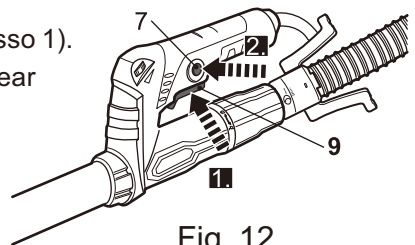

Fig. 12
- > Ligue o produto e mantenha o interruptor de ligado/desligado (9) pressionado (Fig. 12, passo 1).
- > Pressione o botão de bloqueio (7) para bloquear o interruptor de ligado/desligado (9) (Fig. 12, passo 2).
- > Solte o botão de bloqueio (7) e o interruptor de ligado/desligado (9). O interruptor de ligado/desligado (9) ficará bloqueado para que o produto possa ser utilizado de forma contínua.
- > Pressione e solte o interruptor de ligado/desligado (9) para desligar o produto.